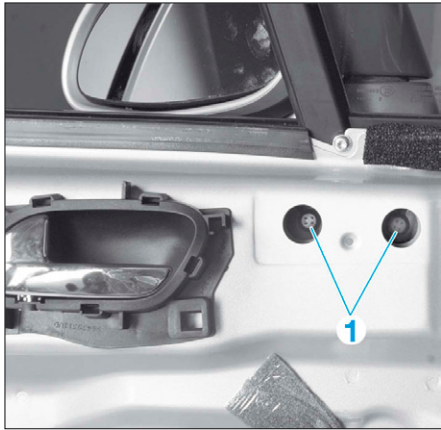

FIG. 64
- Déposer les vis de fixation (1) (Fig.64).